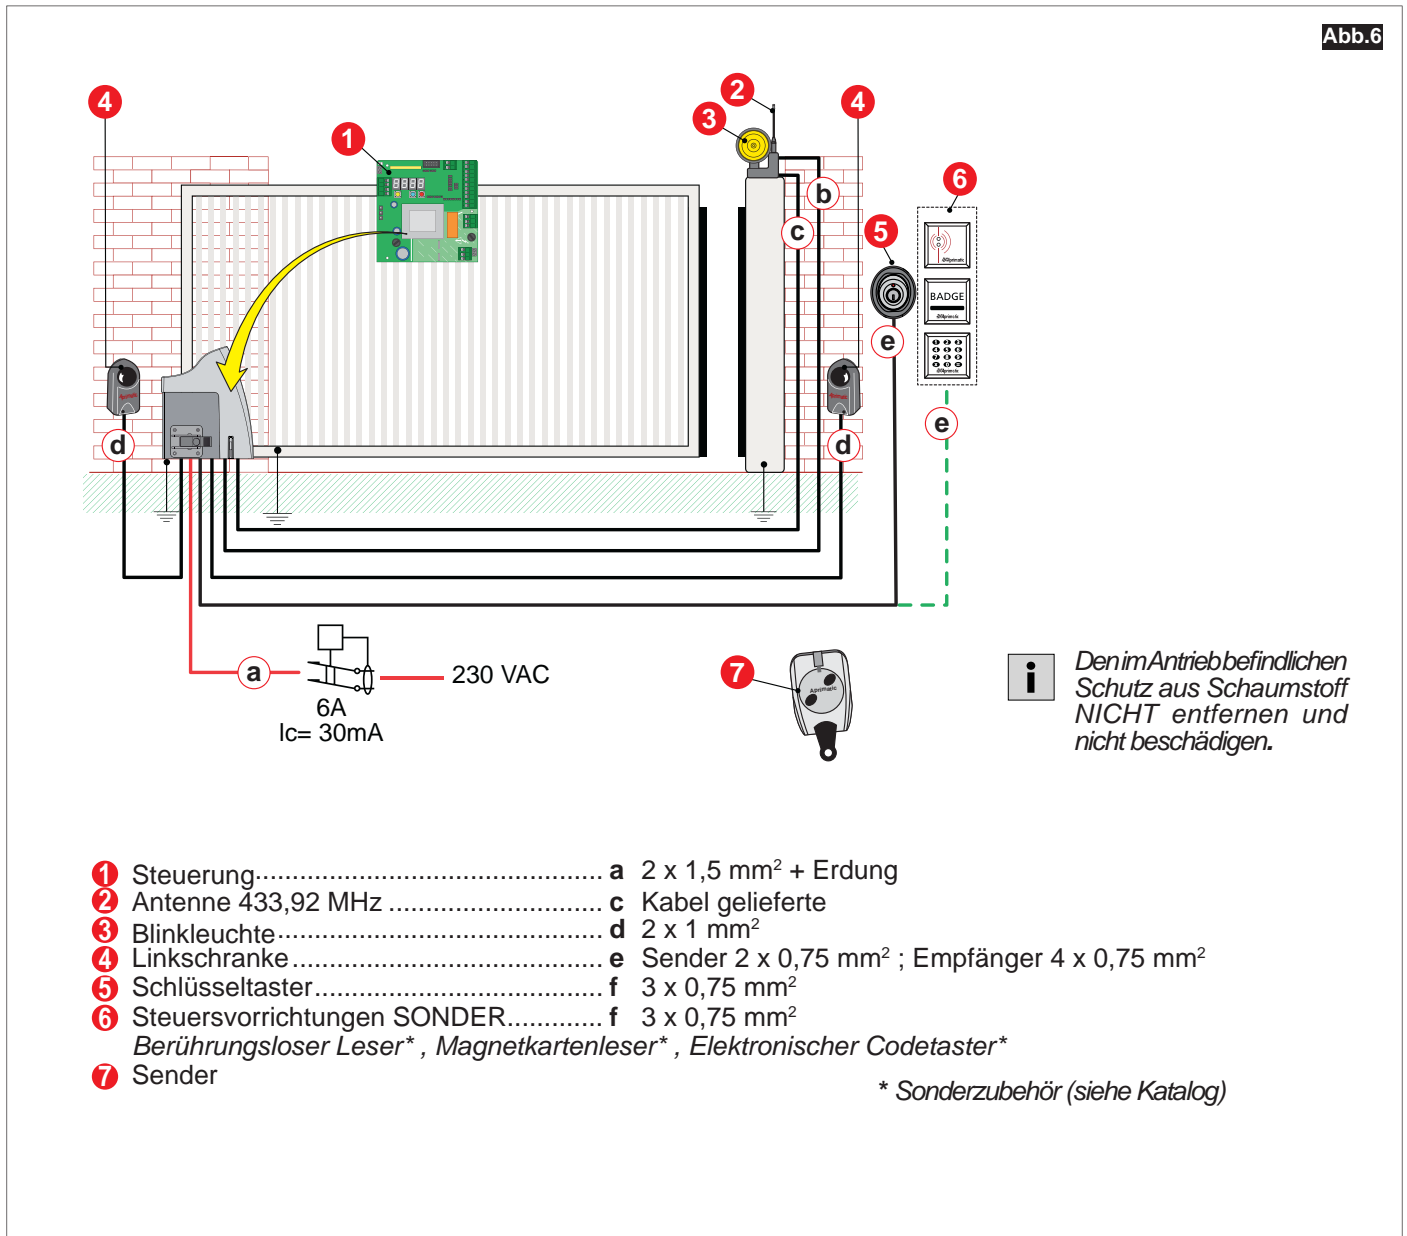

Abb.6
- Bereiten Sie die Elektroanschlüsse der Steuer- und Sicherheitsvorrichtungen der Anlage gemäß Schema in **Abb.6** vor; beachten Sie hierbei die Hinweise in diesem Handbuch und in der Anleitung der installierten Bauteile. Stellen Sie geeignete Führungskanäle (Aufputz- oder Unterputzmontage) bis zur Montageposition bereit.